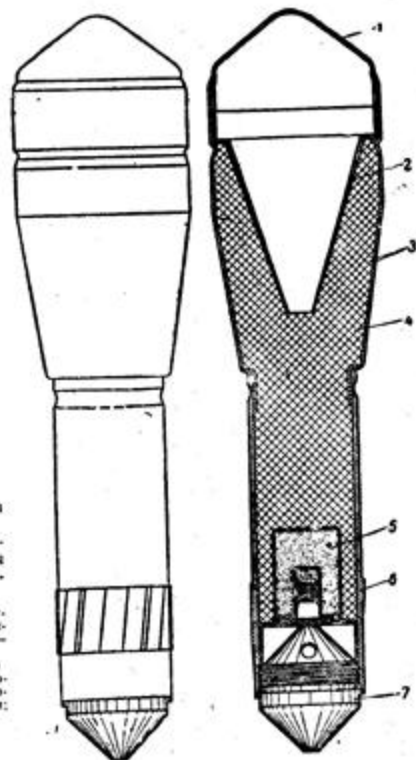

Рис. 21. Ружейная противотанковая граната кумулятивного действия специального назначения:
- 4) противотанковые гранаты кумулятивного действия специального назначения — Gewehrgranaten für Sonderzwecke (рис. 21).
Ружейная противотанковая граната кумулятивного действия специального назначения (рис. 21) состоит из корпуса 3 и хвостовой части 6 с готовыми нарезами. В корпусе помещены: кумулятивная воронка 2 и разрывной заряд 4. В хвостовой части — детонирующее устройство 5, разрывной заряд 4 и взрыватель 7.